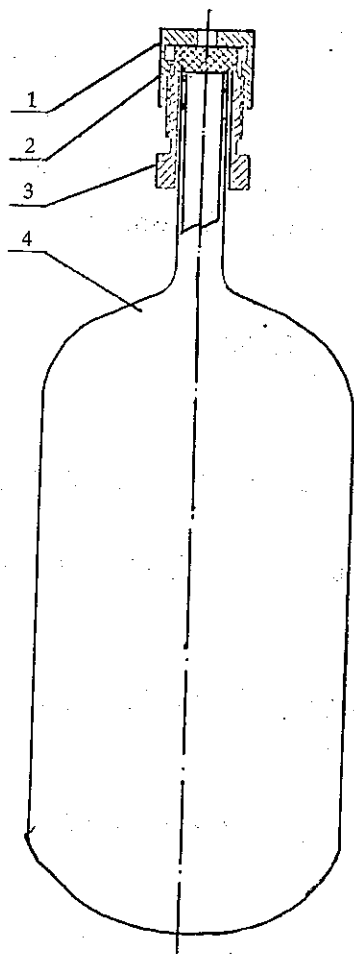

图 1 进样瓶结构示意图
- 4.7 进样瓶：容量为 20~50ml，由硬质玻璃加工而成，出口端由压帽及硅橡胶垫密封，如图 1 所示，耐压程度可满足碳四试样的要求。